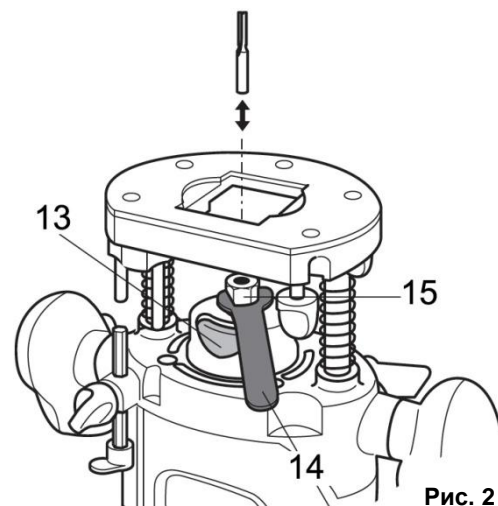

Рис. 2
- Заблокируйте вращение шпинделя цанги, нажав кнопку блокировки (13)(См. Рис.2), расположенную сбоку от цанги.
- С помощью гаечного ключа (14), ослабьте гайку-фиксатор цанги (15)(См. Рис.2).